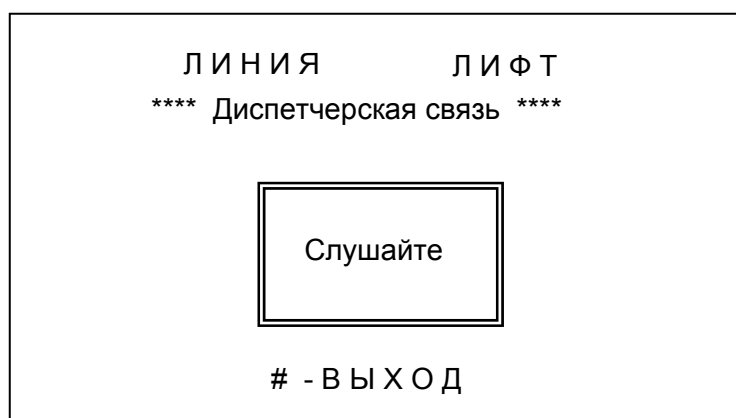

Рис.7 Меню "Диспетчерская связь".
2.2.2.1. Из меню "Основное состояние комплекса", нажимая клавишу [#], войдите в меню "Команды комплекса". Нажмите на клавишу с номером [1], при этом высветится меню "Режим диспетчерской связи" (см. Рис.7) и ЦП, автоматически послав в линию команду, переключиться на передачу сигналов ГГС текущему лифту, сам переключается на прием ГГС.